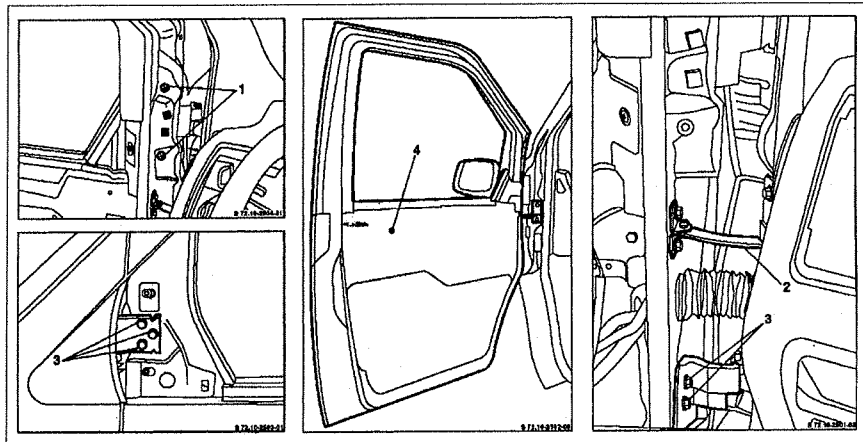

Рис. 11.5. Передние двери:
2. Открутите болты 1 крепления наружного зеркала заднего вида и снимите его (см.рис.11.5).
6. Открутите ограничитель хода двери 2 от наружной панели двери (см.рис.11.5).